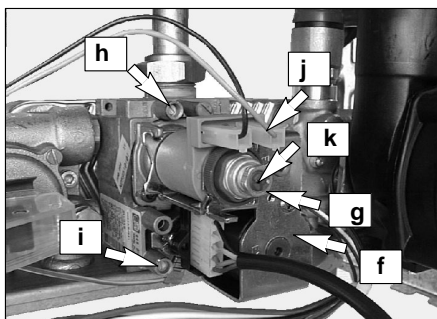

Fig. 7.4 Válvula de gas modulante
- 2 Con la caldera apagada (fuera de servicio), controle la presión de alimentación utilizando la toma **i** **Fig. 7.4** y compare el valor leído con los indicados en la tabla *Presiones de alimentación del gas en la secc. Datos técnicos*
- 3 **Cerrar bien la toma de presión i** **Fig. 7.4**
- 6 Abrir la toma de presión a la salida de la válvula de gas **h** en la fig. **Fig. 7.4** y conectar un manómetro.
Para ajustar la presión hacia el quemador, hace falta actuar sobre la tuerca de latón del actuador modulante **g** en la **Fig. 7.4**
- 11 Desconectar el hilo de alimentación **j** del actuador modulante **g** cuidando que no llegue a tocar las piezas metálicas de la caldera **Fig. 7.4**
Para ajustar la presión hacia el quemador, hace falta actuar sobre la tuerca de plástico **k**, sujetando la tuerca de latón del actuador modulante **g** en la **Fig. 7.4**
- 13 Volver a conectar el hilo de alimentación **j** del actuador modulante **Fig. 7.4**
- 15 Cerrar la toma de presión **i** en la **Fig. 7.4**
- 4 Abrir la toma de presión a la salida de la válvula de gas en la **Fig. 7.4** y conectar un manómetro.